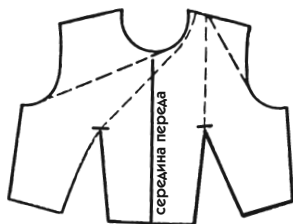

Рис. 573
- Начертите перевод вытачек, обводя контур горловины, как показано на рис. 573.